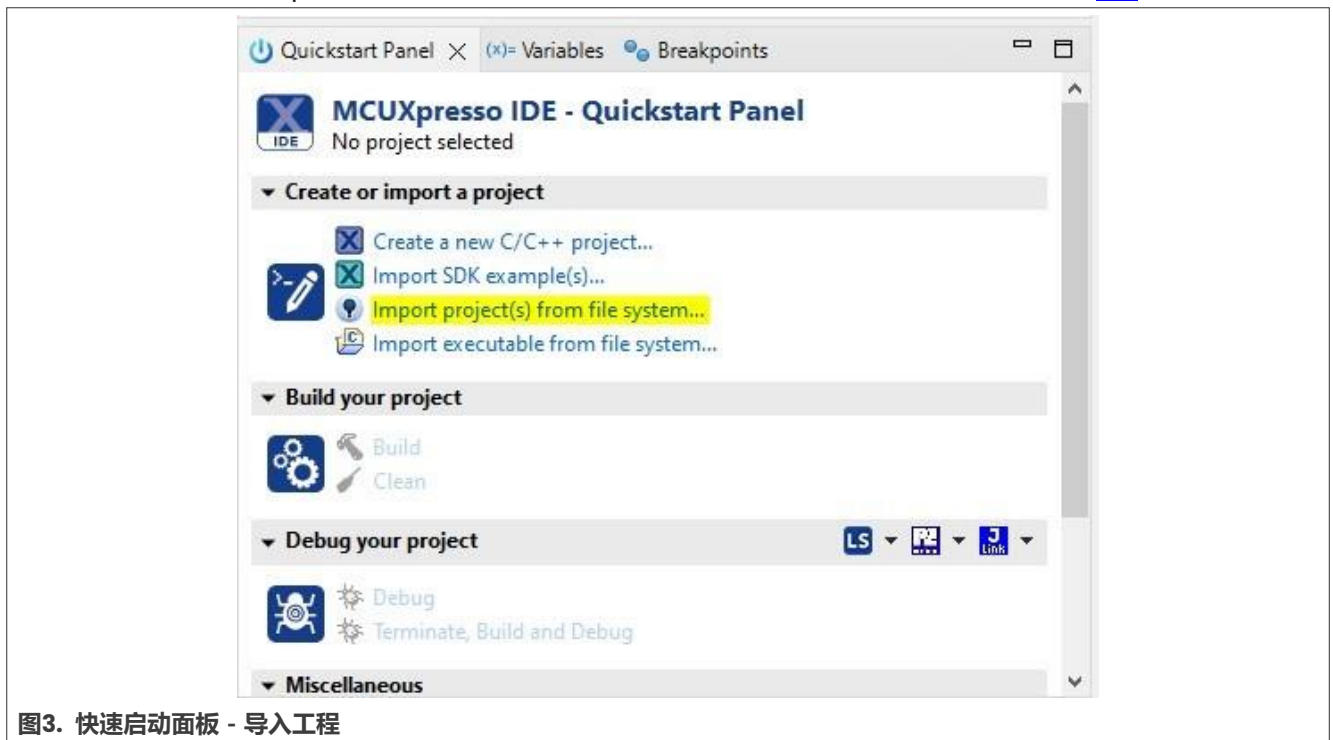

图3. 快速启动面板 - 导入工程
2. 将工程导入到MCUXpresso IDE - 快速启动面板。点击“从文件系统中导入工程...”，见图3。